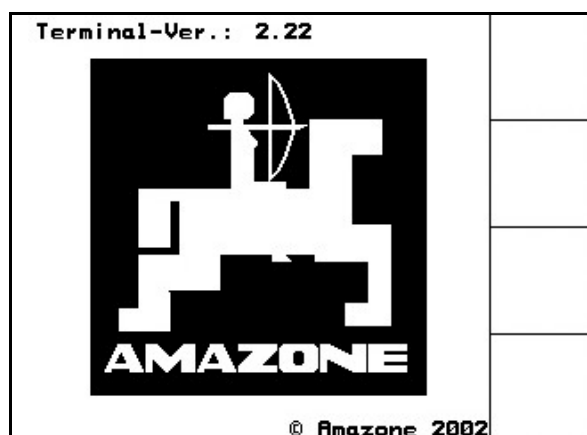

Fig. 34
- Lorsque l'ordinateur machine est connecté, le menu Start s'affiche (Fig. 34) avec la version du terminal (ici Terminal-Ver.: 2.22). Après environ 2 secondes le **AMATRON+** passe automatiquement au menu principal.